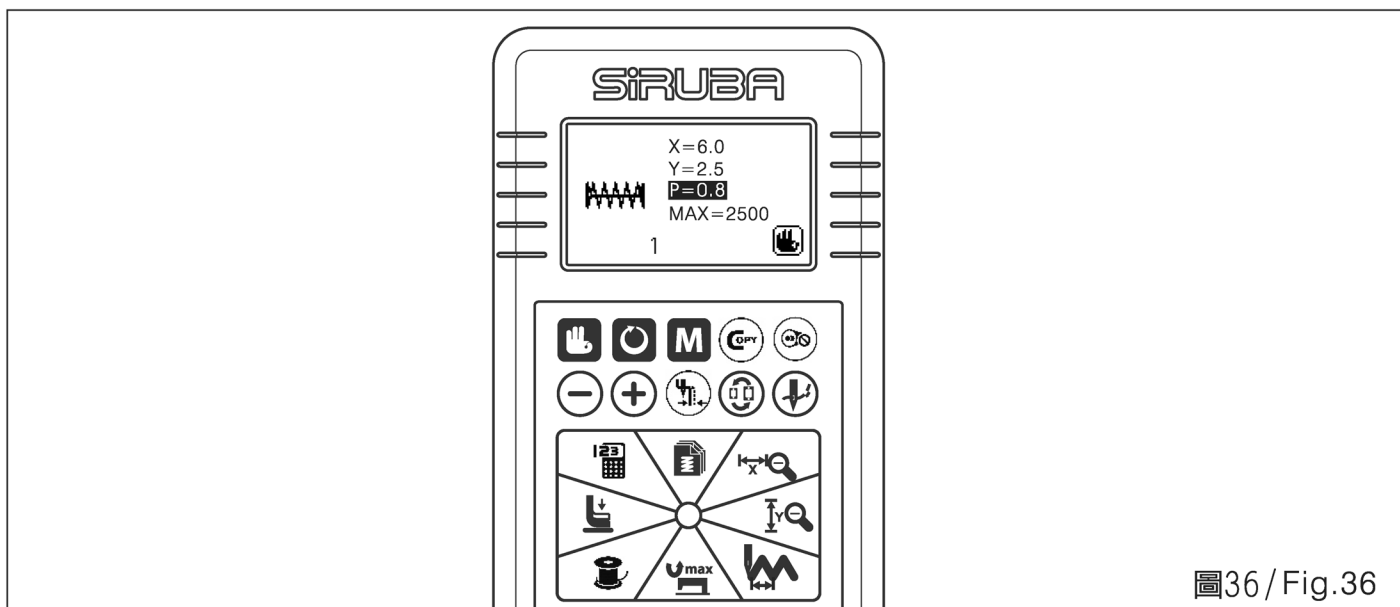

Fig.36 / Fig.36
5. Configure a folga (Fig. 36)